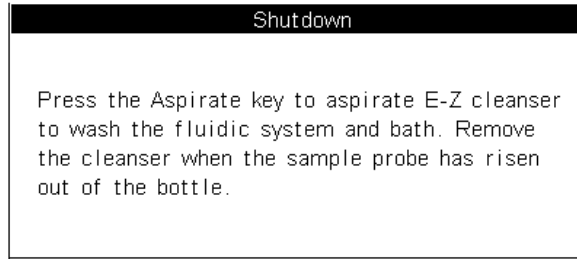

Abbildung 6-17 "Herunterfahren"-Fenster (1)
1. **KLICKEN** Sie auf "Ja". Es erscheint ein Fenster mit der Anleitung zum Abschalten des Analysators, wie in Abbildung Abbildung 6-17 dargestellt.